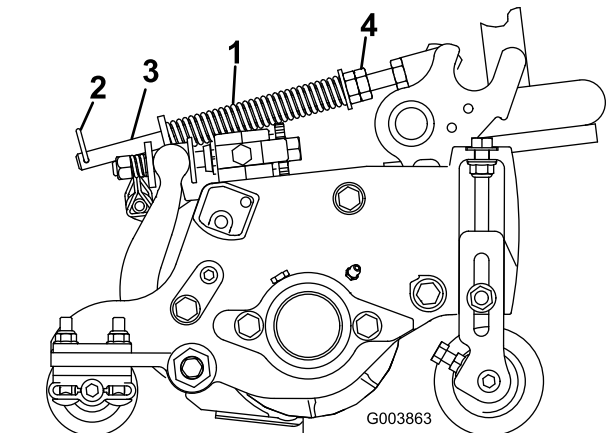

Figura 54
El muelle de compensación del césped (Figura 54) transfiere el peso del rodillo delantero al rodillo trasero. Esto ayuda a reducir el patrón de ondulación en el césped.
1. Asegúrese de que el pasador de horquilla esté instalado en el taladro trasero en la varilla del muelle (Figura 54).
longitud comprimida del muelle sea de 15,9 cm; consulte Figura 54.